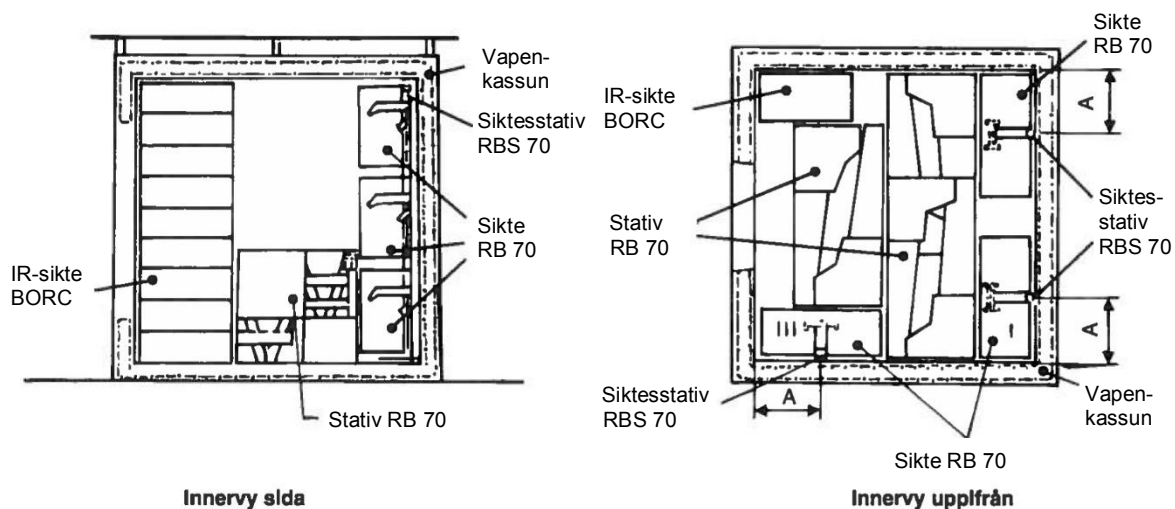

Bild 1.
- Montera in siktesstativen i vapenkassunen enligt bild 1. Den korta delen av fotkrysset skall beröra kassunväggen. Måttet A = 50 cm.